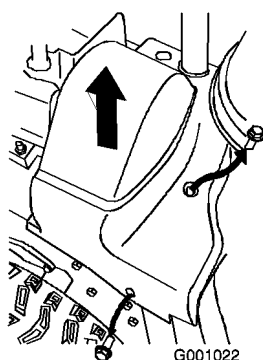

Figure 46
2. Soulevez le côté droit du couvercle de courroie (Figure 46).